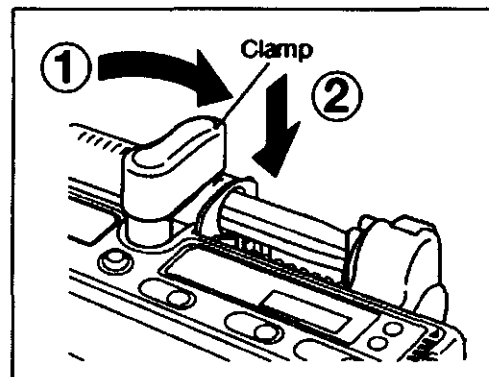

Fig. 13: Clamp: clavija.
7) Gire la clavija (flecha 1) y bajela lentamente para ajustar correctamente la jeringa (flecha (2)). (Fig. 13)